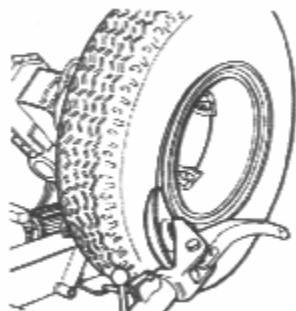

Рисунок 18
14.3. Вращать колесо, одновременно с этим постепенно двигать вперёд тарельчатый диск по краю профиля колеса. Достигнув прессового кольца, полностью отсоединить край колеса (необходима смазка). Если шина камерная – осторожно. Если вдруг край шины резко сорвался, надо немедленно остановиться, чтобы избежать повреждения вентиля и камеры (рисунок 18).